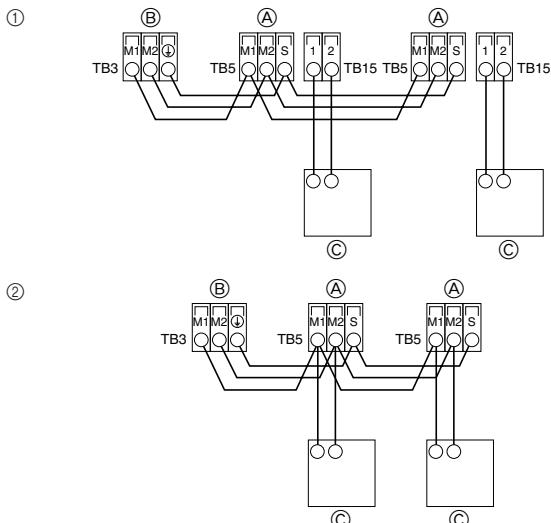

Fig. 4-2
4.2. Conexión de los cables de transmisión del mando a distancia y de las unidades exterior e interior (Fig. 4-2)
- ① Mando a distancia MA
- ② Mando a distancia M-NET